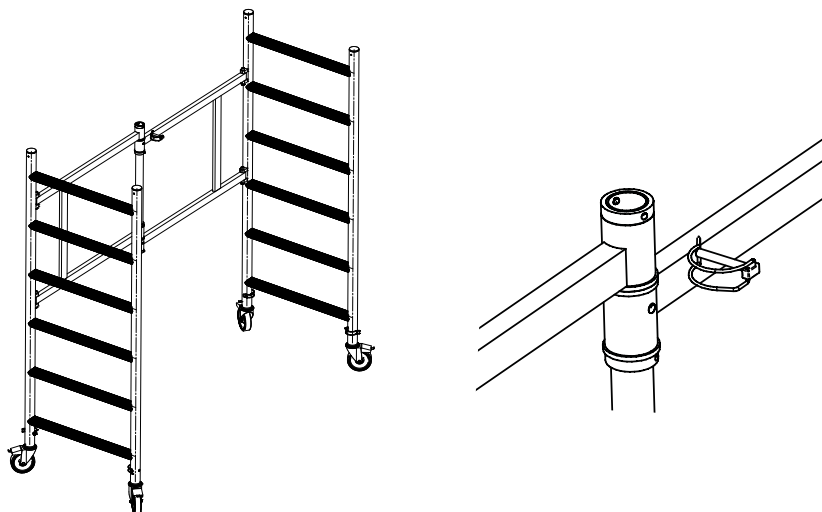

Rys. 10 Montaż bramki
2. Następnie należy za pomocą kluczy zawartych w zestawie zamontować bramkę do drabin. Należy pamiętać o zamontowaniu podkładek (Rys. 10).